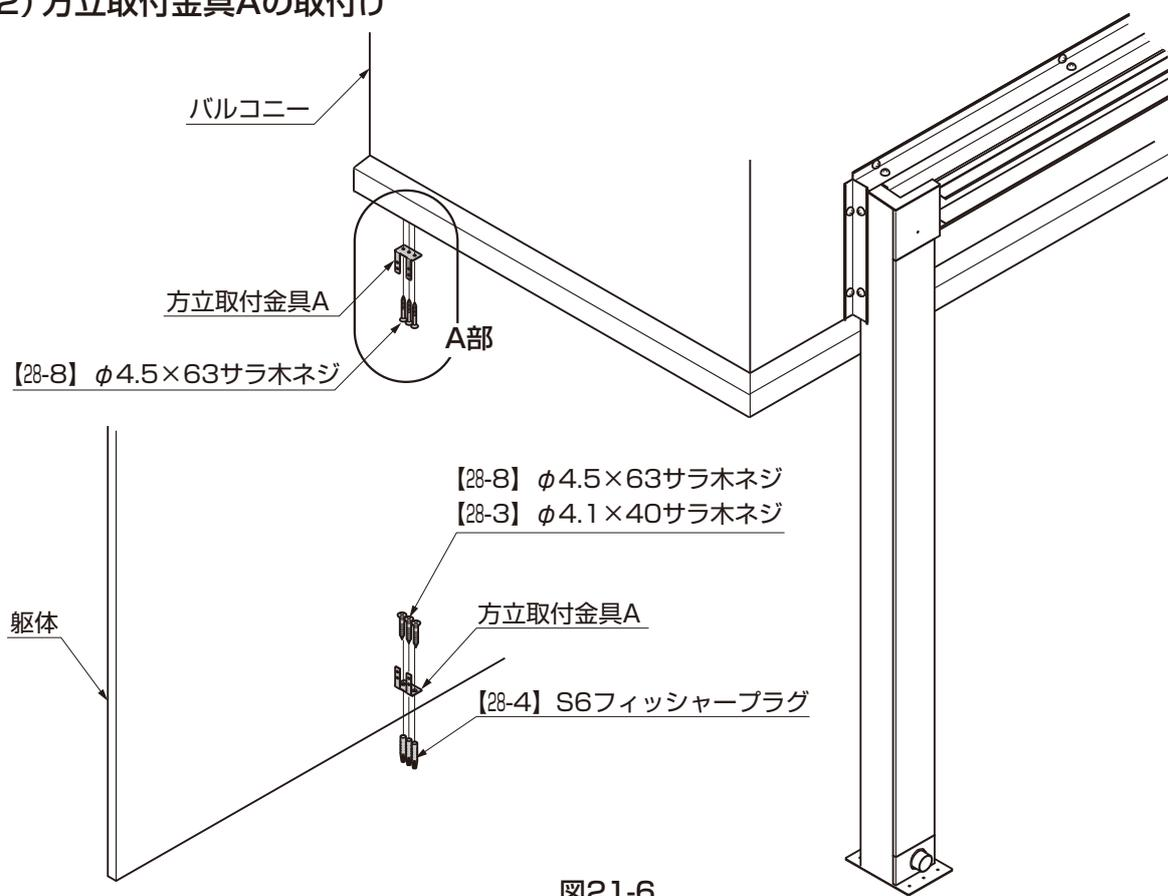
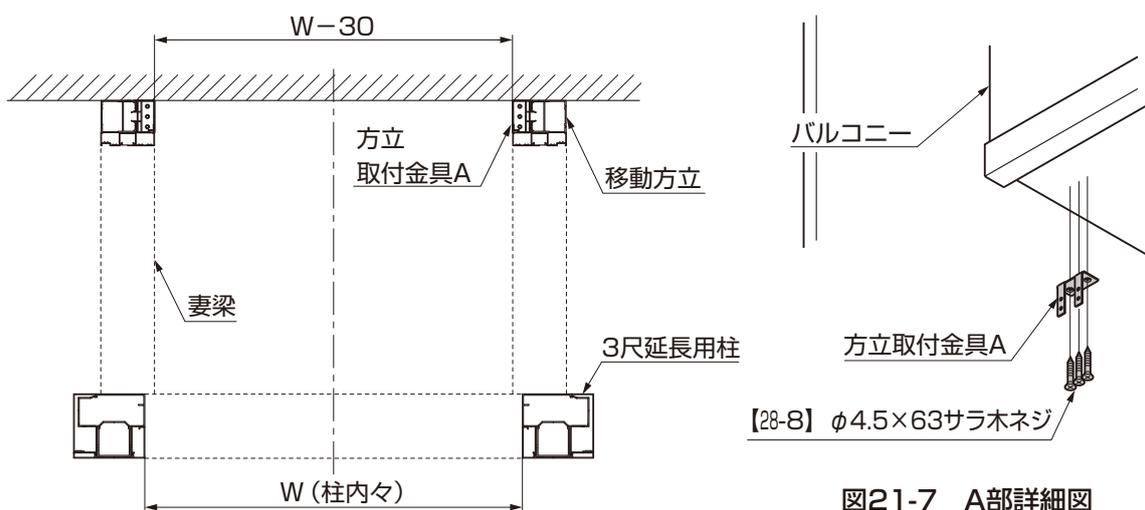

図21-6
図21-7 A部詳細図
①方立取付金具Aをバルコニーの下面に【28-8】で取付けてください。床面への固定、土間仕様は【28-3】、【28-4】で、デッキ仕様は【28-8】で取付けてください。(図21-6、図21-7参照)